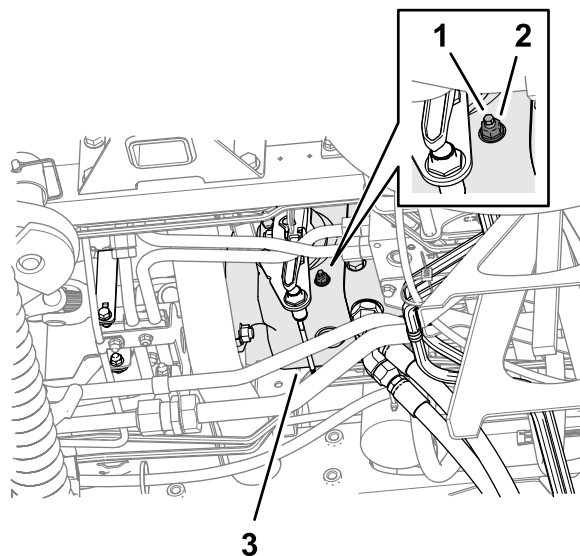

Figure 136
3. Par le bas de la machine et sur le côté droit de la pompe de déplacement, desserrez le contre-écrou qui fixe la vis de réglage de retour au point mort (Figure 136).